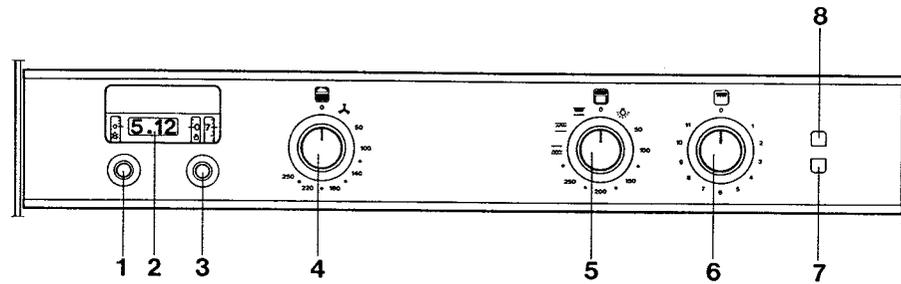

Fig. 2
**IMPORTANT - En cas de substitution du câble d'alimentation démonter le carter postérieur en dévissant les vis comme indiqué en Fig. 2 A. La section des fils du câble, ne doit, en aucun cas être inférieure à 2,5 mm (câble de 3x2,5).** Il faut prévoir à l'installation un organe d'interruption omnipolaire avec distance d'ouverture des contacts égale ou supérieure à 2 mm. Avant d'effectuer le branchement il faut porter le symbole de la cloche barrée ☒ sur le point de repère de la fenêtre du compte-minutes.